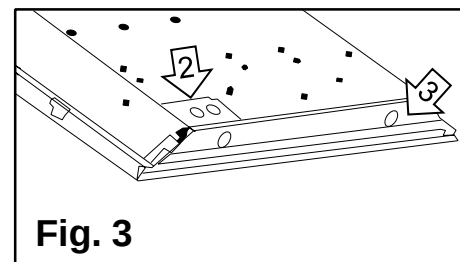

Fig. 3
6. Retire una **entrada** en la **placa de acceso** (#2) para los **cables de suministro** (**Fig. 3**).
7. Retire la otra **entrada** en la **placa de acceso** (#2) o **entrada** en el **borde del luminario** (#3) para los **cables del atenuador** (**Fig. 3**).
8. Retire la **placa de acceso** (#2) ubicada en la parte posterior del luminario. Localice el **conector rápido** para los **cables de suministro** blanco y negro (**Fig. 3**).
11. Pase los **cables de atenuación** a través de la otra **entrada** en la **placa de acceso** (#2) o el la **entrada** en el **borde del accesorio** (# 3) (**Fig. 3**).